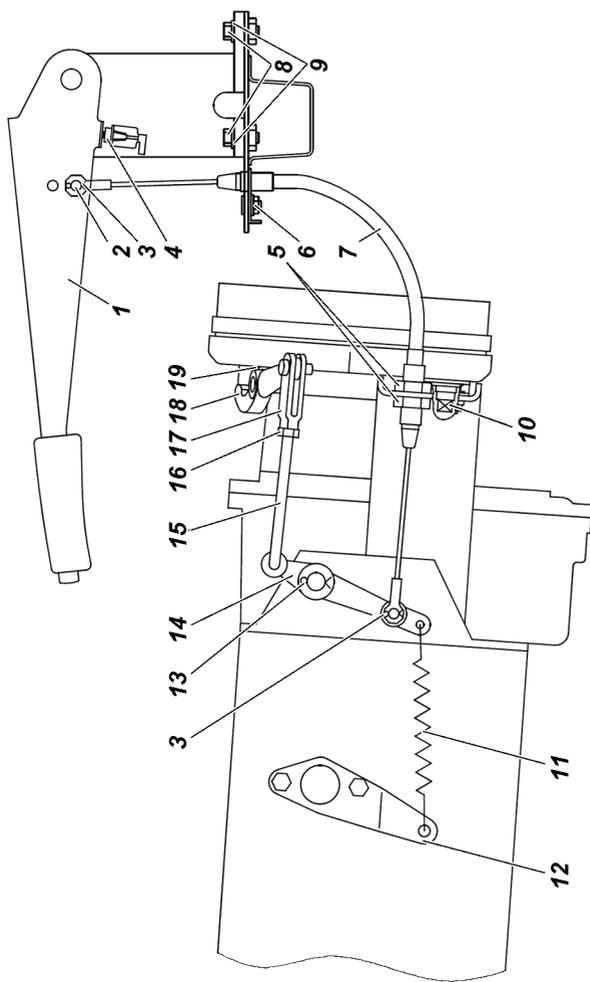

Рис. 9.29. Привод стояночного тормоза трансмиссионный:
Трансмиссионный стояночный тормоз, действующий на трансмиссию (рис. 9.29).
2. Переместите рычаг стояночного тормоза 1 (рис. 9.29) в крайнее нижнее положение.